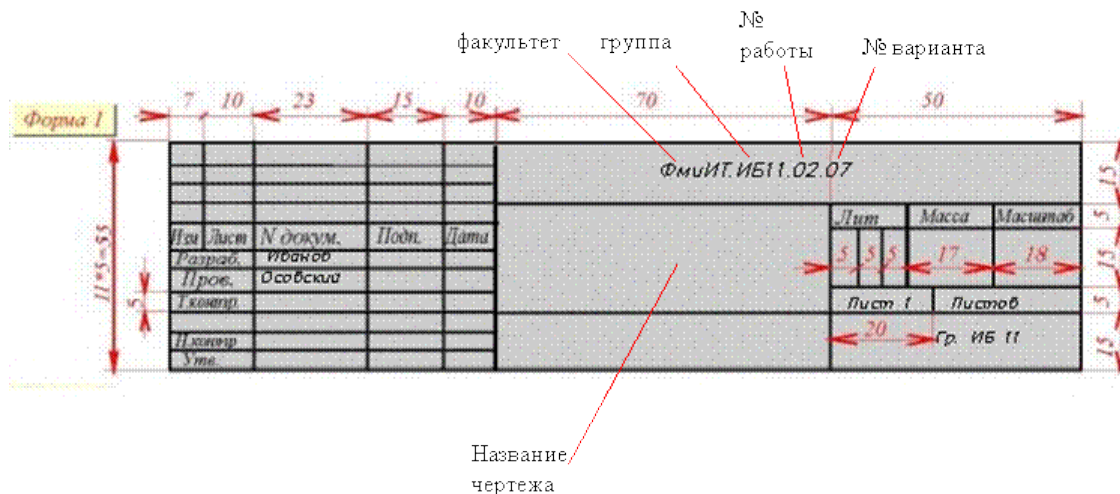

Рис. 6.4 Штамп для чертежа
1) Теперь необходимо дорисовать сам штамп (см рис.6.4). Можно, конечно, сделать это путем методичного вычерчивания отрезков. Но существует гораздо более удобная технология.